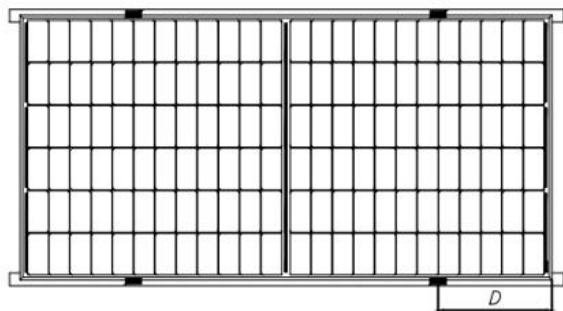
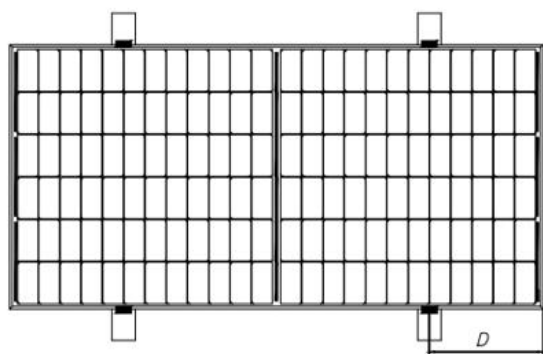
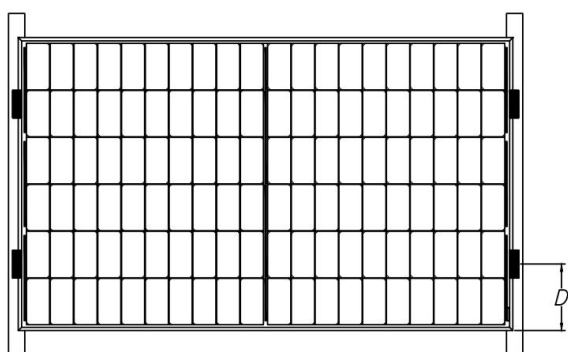
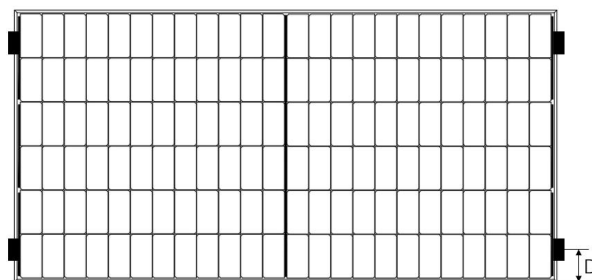

图 3 导轨重合长边框安装
图 4 导轨垂直长边框安装
图 5 导轨重合短边框安装
图 6 短边四点安装
光伏组件安装时，每个光伏组件必须使用至少 4 个压块进行固定，如图 3、图 4、图 5、图 6。
- ⑩ 对于图 3 所示的安装方式，组件 C 面与导轨的重叠部分应 $\geq 25\text{mm}$ 。如果使用不合适的夹具或不正确的安装方式，正泰新能有限质保将会无效。